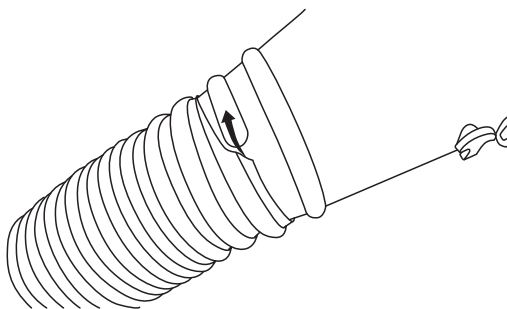

Fig. 23b
- d. Pour raccorder le tuyau d'admission d'air du masque de soudeur, le visser dans la bride d'admission d'air du masque en le tournant dans le sens **antihoraire**. Visser le tuyau d'admission d'air au masque de soudeur en faisant deux (2) rotations complètes ou jusqu'à ce qu'il soit bien serré (Fig. 23b).